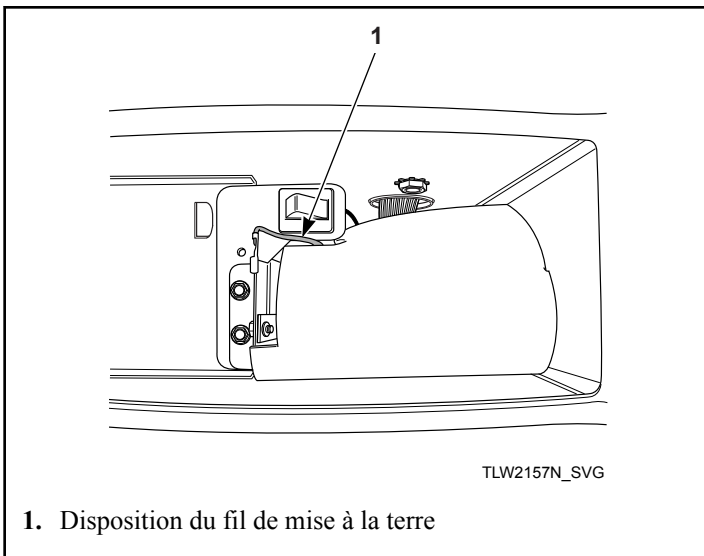

Figure 32
7. Avant d'installer le tiroir à monnaie et l'extension, s'assurer que le câble de mise à la terre est sous le panneau de commande afin de dégager l'espace nécessaire au tiroir à monnaie. Se reporter à *Figure 32*.